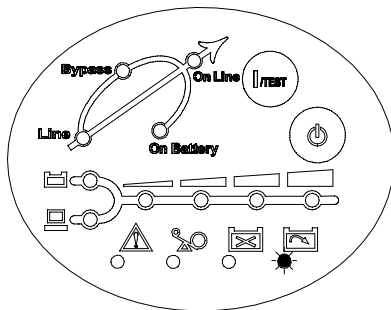

图 4-8 输出短路
- **输出短路**：当 UPS 在“在线模式”或“电池模式”时发生输出短路，UPS 将关机（无输出电压）。当输出短路一发生，故障指示灯亮且 UPS 持续告警，当短路解除后，UPS 输出将恢复供电，若在“旁路模式”发生短路，UPS 将执行自我保护，跳开输入断路器并关机。见图 4-8。